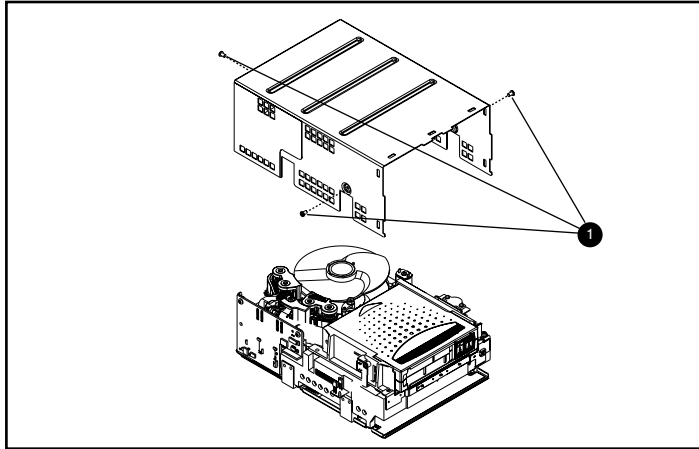

Figura 8: Extracción de la cubierta
Tres tornillos fijan la cubierta de SDLT a la unidad. Dos se encuentran a ambos lados de la unidad mientras que el tercero se encuentra en la parte posterior de la misma. Para quitar la cubierta, extraiga todos los tornillos ❶ con un destornillador Torx T8 y levántela (consulte la Figura 8).